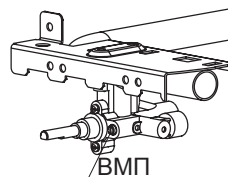

рис. 15
17.3. Настройка регулируемых ВМП горелок стола и духовки (рис. 15).